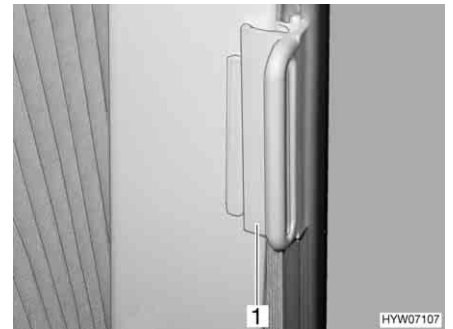

Fig. 37 Verrouillage supplémentaire pour dispositif occultant plissé
- Pousser la poignée (Fig. 37,1) sur la pièce de fixation. Le dispositif occultant plissé est bloqué.